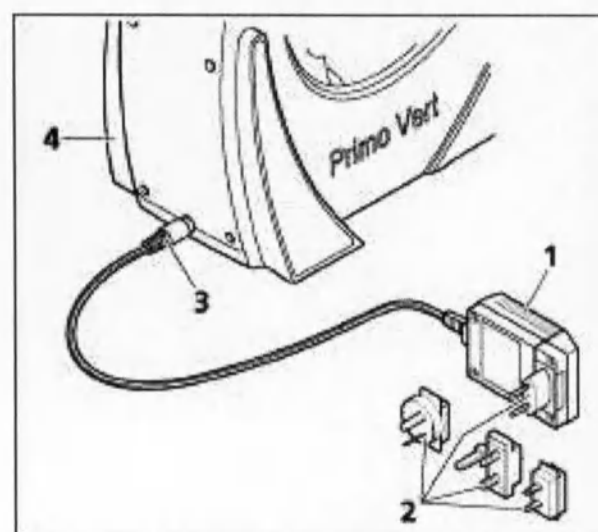

Рис. 9 Подключение штекерного сетевого блока
- При необходимости можно заменить инсталлированный адаптер подключения к сети штекерного сетевого блока (рис. 9/1) входящим в объем поставки обычным адаптером (рис. 9/2). Для этого снимите имеющийся адаптер и установите желаемый адаптер.
- Вставьте штекер (рис. 9/3) штекерного сетевого блока в гнездо для подключения на задней стенке штатива (рис. 9/4).
- Подключите штекерный сетевой блок (рис. 9/1) в сетевую розетку.